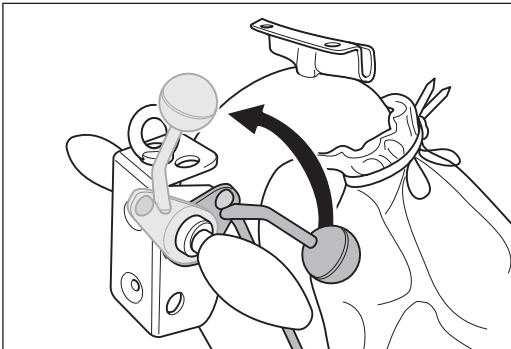

Abb. 68 Den Ablasshebel am Handgriff bis zum Anschlag nach oben ziehen. Dadurch wird die Schleifwalze vom Boden abgehoben.
- 1 Ziehen Sie den Ablasshebel am Handgriff bis zum Anschlag nach oben (Abb. 68). Dadurch wird die Schleifwalze vom Boden abgehoben.